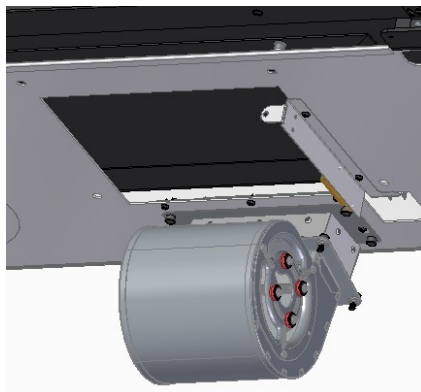

Figura 49 – Fijación del kit de ventilación en las unidades E909 y E809
b. Fijar el kit de ventilación debajo del equipo, en la parte inferior, como se muestra en la imagen, ver Figura 49.